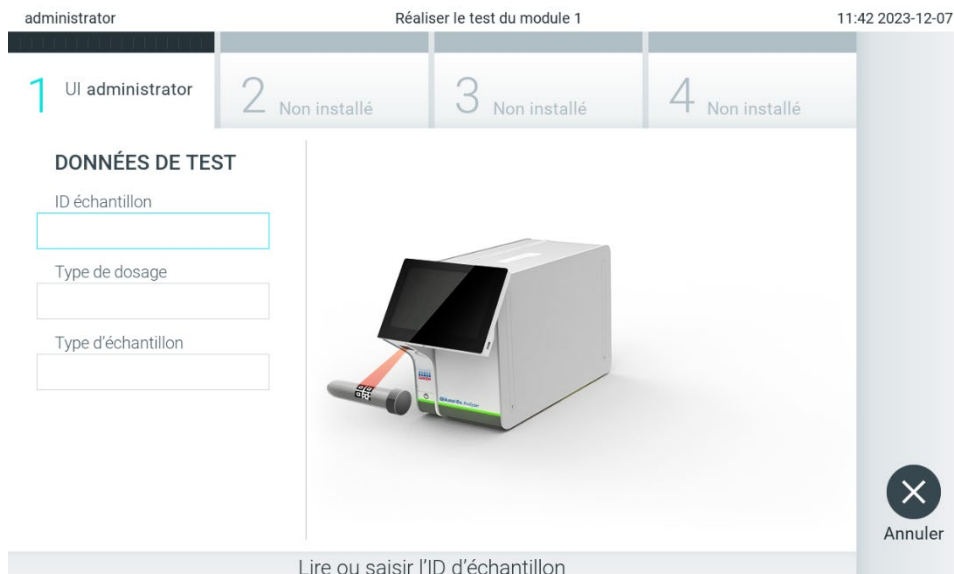

Figure 23. Lecture du code-barres de l'ID de l'échantillon
2. Lorsque vous y êtes invité, scannez le code-barres de l'ID d'échantillon avec le lecteur de code-barres intégré au module opérationnel (figure 23).